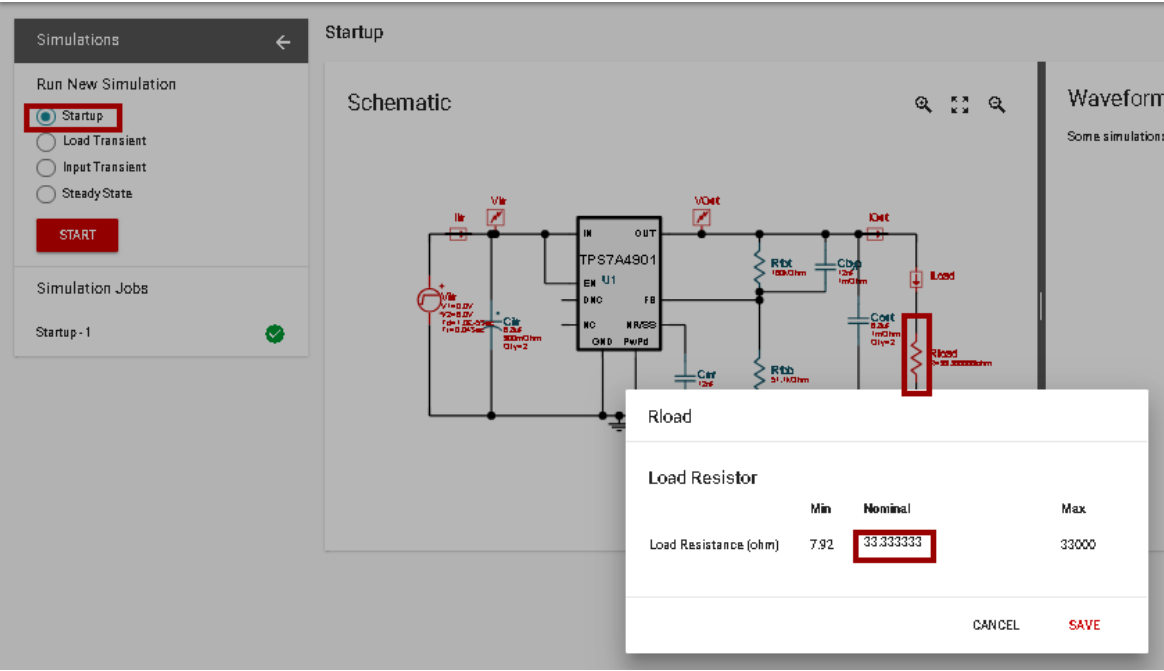

图 6
7. 为了对其他负载条件进行仿真，您需要改变仿真电路中的**负载电阻（Load Resistance）**。如图 6 所示，在页面左侧再次选择“**Startup**”仿真类型，然后点击原理图中的 Rload。在弹出的对话框中点击“update”，输入您想要的电阻值，然后点击“**SAVE**”。